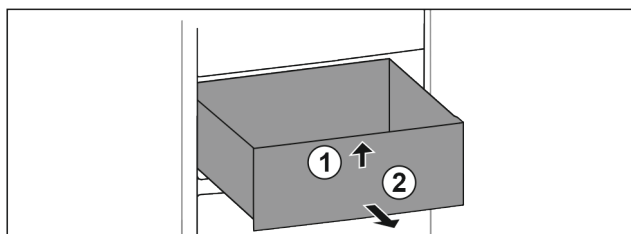

Fig. 74
- Nadzvedněte zásuvku vpředu. Fig. 74 (1)
- Vyjměte zásuvku dopředu. Fig. 74 (2)